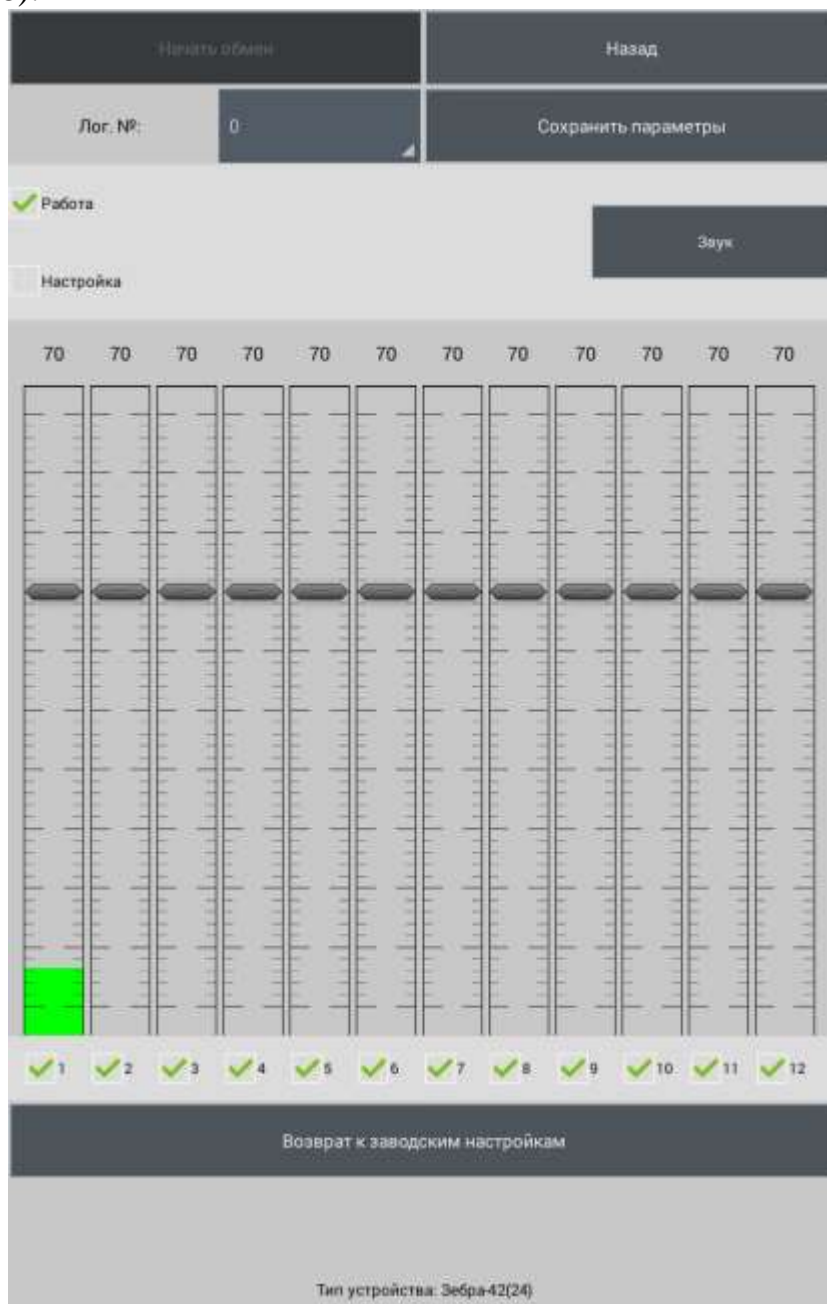

Рисунок 2.28
2.3.7.4.9 Рабочее окно программы имеет следующий вид (рисунок 2.28).